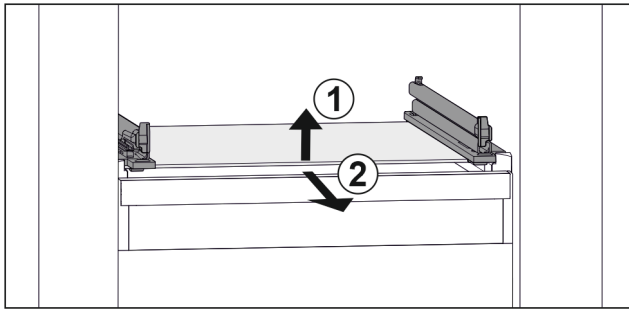

Fig. 39 Beispielhafte Darstellung der Glasplatte
- ▶ Glasplatte vorne anheben. Fig. 39 (1)
- ▶ Glasplatte nach vorne entnehmen. Fig. 39 (2)